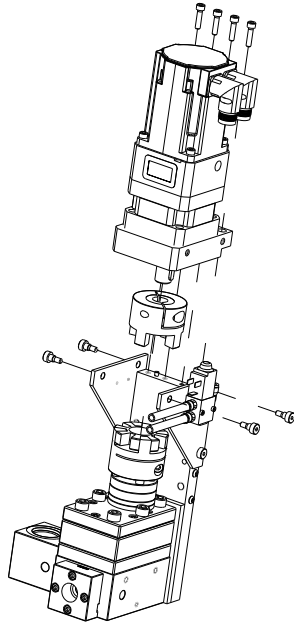

图 20
3. 将伺服马达、齿轮头和顶板装在泵组件上。请参见图 20。